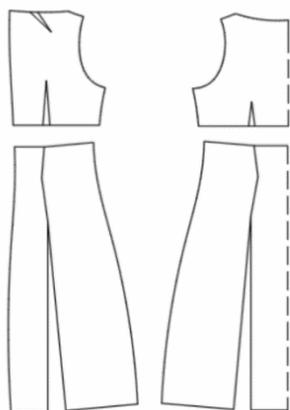
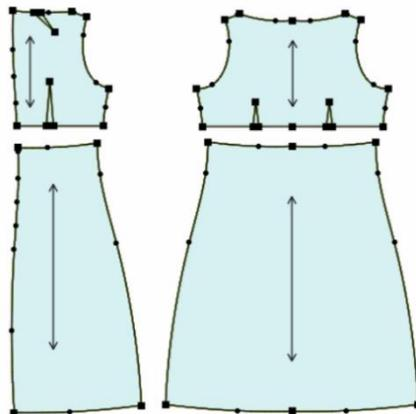

图 5-2-4 省转移
图 5-2-5 高腰连衣裙 2D 制版
(3) 用“（相交等距线）”工具将前后腰线提高“8cm”；用“（剪断线）”和“（移动）”工具将前、后片在腰线处分离。
(4) 用“（转省）”工具将前、后裙片腰省转移至裙摆，形成 A 型造型，如图 5-2-4 所示。
(5) 修顺腰线和裙摆线，用“（对称）”工具沿前中将前片对称，完成高腰连衣裙裁片分解。
(6) 用“（剪刀）”工具将各裁片裁剪为纸样裁片，鼠标右键转换为“拾取辅助线”工具，将各裁片内部的省位拾取；用“（布纹线）”工具调整各裁片布纹方向，完成高腰连衣裙 2D 制板，如图 5-2-5 所示。
(7) 通过菜单“文档→输出 ASTM 文件”输出另存为“高腰连衣裙.dxf”格式文件，方便与 3D 试衣软件系统对接。